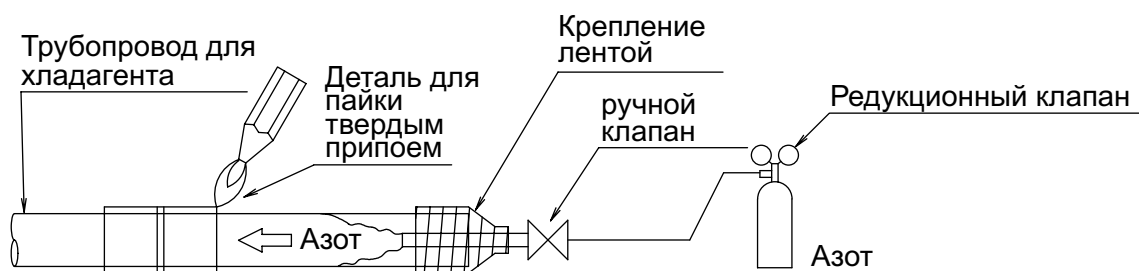

Рис. 15
- При пайке твердым припоем с помощью редукционного клапана необходимо установить давление азота, равное 0,02 МПа (0,2 кг/см²), при подаче азота в трубопровод (См. рис. 15)